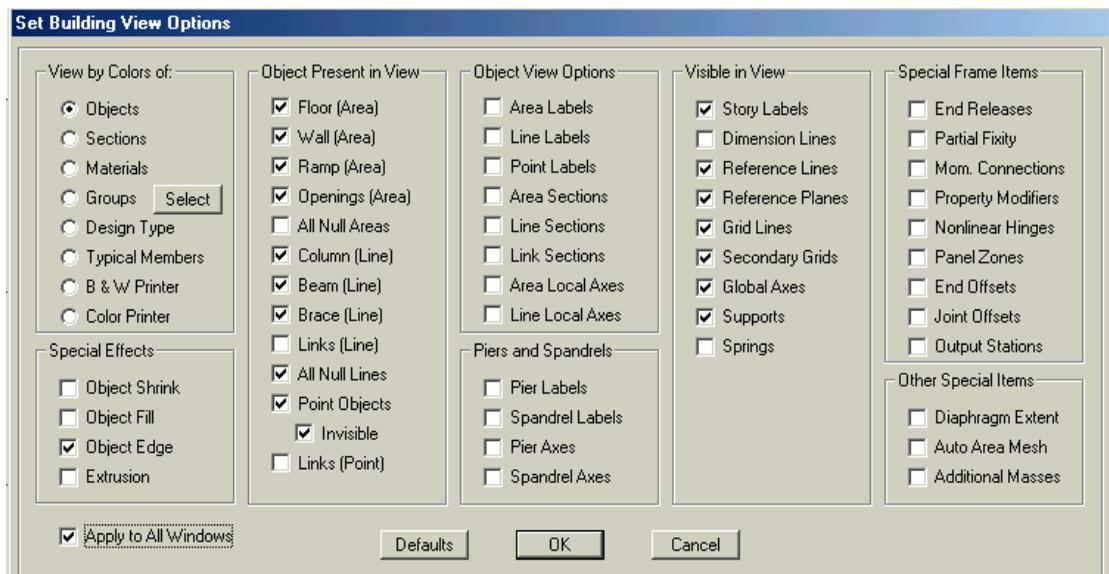

Figura 49 Cuadro Set Building View Options
D. Hacer click el botón **Set Building View Options** . Cuando el cuadro Set Building View Options aparece, deseleccione la cajita Object Fill como se muestra en la figura 49. esta eliminara la presentación del relleno en los objetos área.